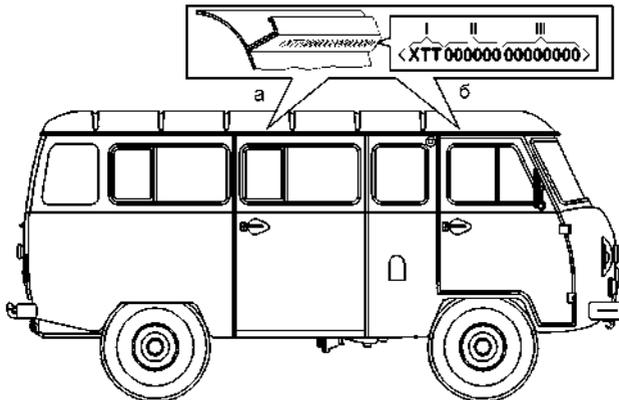

Рис. 1.13. Идентификационный номер ТС (VIN):
**Идентификационный номер транспортного средства** (рис. 1.13) наносится на табличке заводских данных и на нижней плоскости желоба крыши на автомобилях УАЗ-220695, УАЗ-220695-04, УАЗ-396295, УАЗ-374195, УАЗ-374195-05, УАЗ-330365, УАЗ-390995, УАЗ-390995-04, УАЗ-390945 и их модификациях.